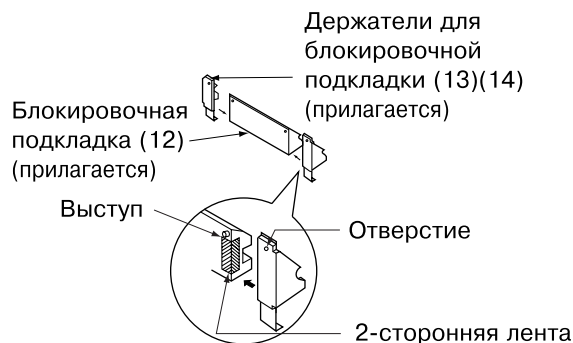

Рис. 12
3. Присоедините держатели к блокировочной подкладке. (См. рис. 12)